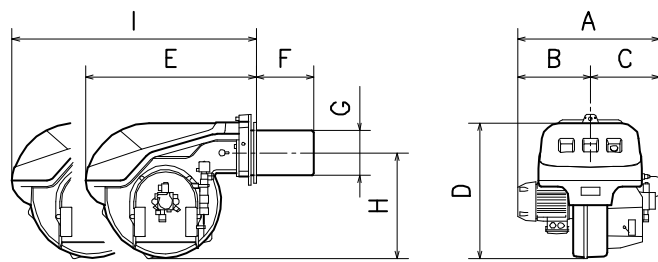

Fig. 2
4.3.2 Encombrement (Fig. 2) - mesures indicatives
L'encombrement du brûleur est indiqué dans (Fig. 2).